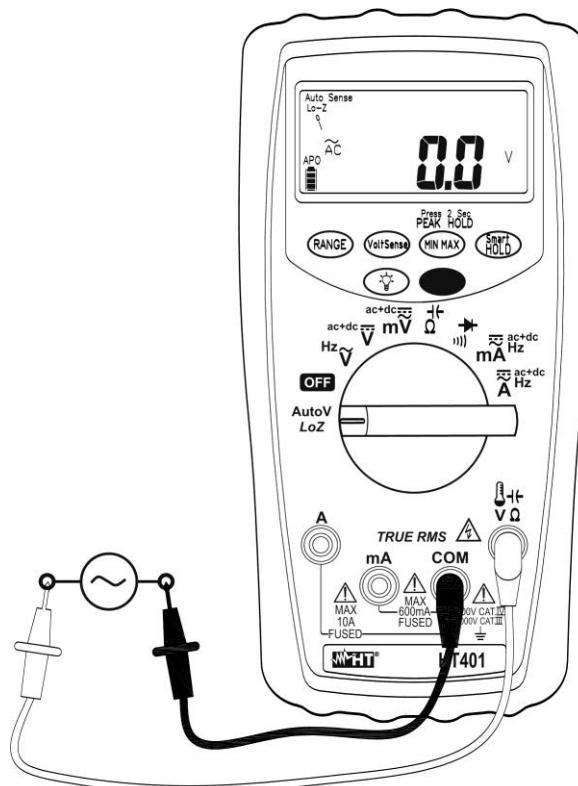

Fig. 4: Medida de Tensión CA con baja impedancia (LoZ)
2. Inserte el cable rojo en el terminal de entrada **mA** y el cable negro en el terminal de entrada **COM** (vea Fig. 4)